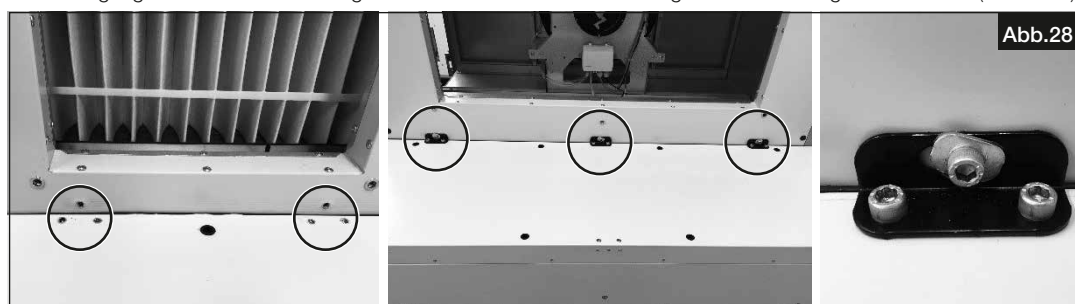

Abb.28
6. Befestigungswinkel auf dem Heizregister montieren. AIR1-Gerät wie folgt mit dem Heizregister verbinden (s. Abb.28).